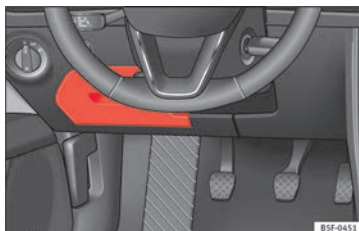

Bild 101 På instrumentbrädan på förarsidan: säkringsdosans lock
- **Öppna:** Fäll ned locket » **bild 101.**